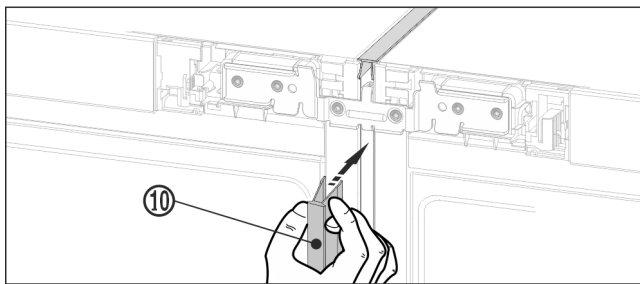

Fig. 23
- Auf der Vorderseite die lange Abdeckleiste Fig. 23 (10) in den vertikalen Spalt drücken. Darauf achten, dass die Leiste auf dem Verbindungsblech aufsteht.